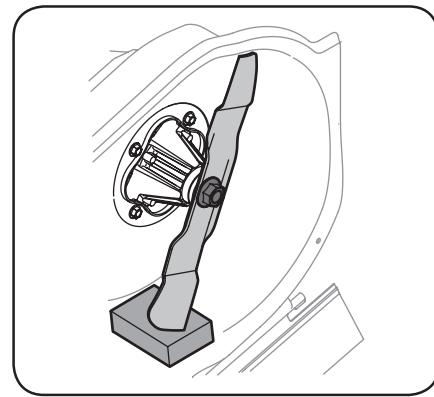

Figura 4-8
4. Extraiga las tuercas de brida hexagonales (a) que sujetan las cuchillas al conjunto del husillo. Vea la Figura 4-8.